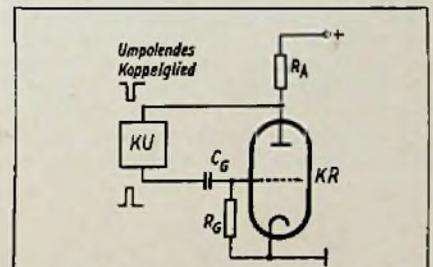
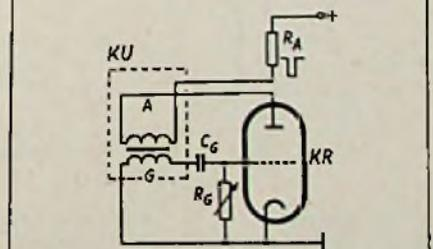
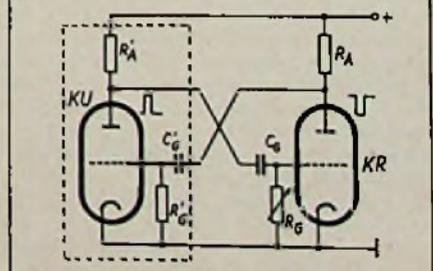

Abb. 106. Grundform des Kippgenerators
Abb. 107. Sperrschwingerschaltung
Abb. 108. Multivibratorschaltung
Die Schaltungen aller Kippgeneratoren lassen sich auf die Grundform der Abb. 106 zurückführen: Wir erkennen in ihr das Prinzip der Beeinflussung von Anoden (R_A) und Gitter (R_G, C_G)-Komplex einer Kipp-Röhre (KR) über ein (Rück-) Koppelglied KU , dessen Hauptwirkung in einer Umpolung der angelegten Spannungen besteht, so daß eine zur Selbsterregung führende Aufschaukelung der Gitterspannung stattfindet. Diese Rückkopplung können wir auf zwei Arten bewerkstelligen. Einmal kann man einen Transformator mit entsprechend gepolten Wicklungen an Stelle von KU einfügen und gelangt so zum Schaltbild (Abb. 107) des sogenannten Sperrschwingers (englisch: Blocking Oscillator), oder man benutzt eine zweite Röhre als Umpoler KU (Abb. 108), in der Schaltung des Multivibrators.
Der Multivibrator ist in seiner Wirkungsweise dem Sperrschwinger sehr ähnlich, nur daß eben eine zweite Röhre als „Polwender“ die Selbsterregung bewirkt. Durch die jetzt lediglich über RC-Glieder vorgenommene Kopplung ist der Multivibrator elastischer in der Dimensionierung. Die „Durchlaßbreite“ kann weitaus größer als beim besten Transformator werden (z. B. 20 Hz...2 MHz gegen 20 Hz...20 kHz); für sie gelten die Bemessungsgrundsätze des Videoverstärkers. Prinzipiell bedeutet das die Herstellbarkeit sehr langer Impulse (untere Grenzfrequenz) von enormer Flankensteilheit, die aber in unseren Ablenkgaräten nicht gebraucht werden. Zum Verständnis der Schaltung sei gesagt, daß bei gleichartigen Koppelgliedern an den beiden Röhren des gleichen Typs (KR und KU in Abb. 108) Rechteckspannungen (Mäander) mit 50% Öffnungs- bzw. Sperrzeit erzeugt werden. Die Röhren dieser „Klippwaage“ arbeiten genau im Gegenteil (KR geöffnet = KU gesperrt und umgekehrt). Sie tun das auch, wenn $R_0' \cdot C_0'$ zehnfach kleiner wird als $R_0 \cdot C_0$. Dann wird die Länge der negativen Impulse an R_A auf ungefähr $1/10$ zurückgehen